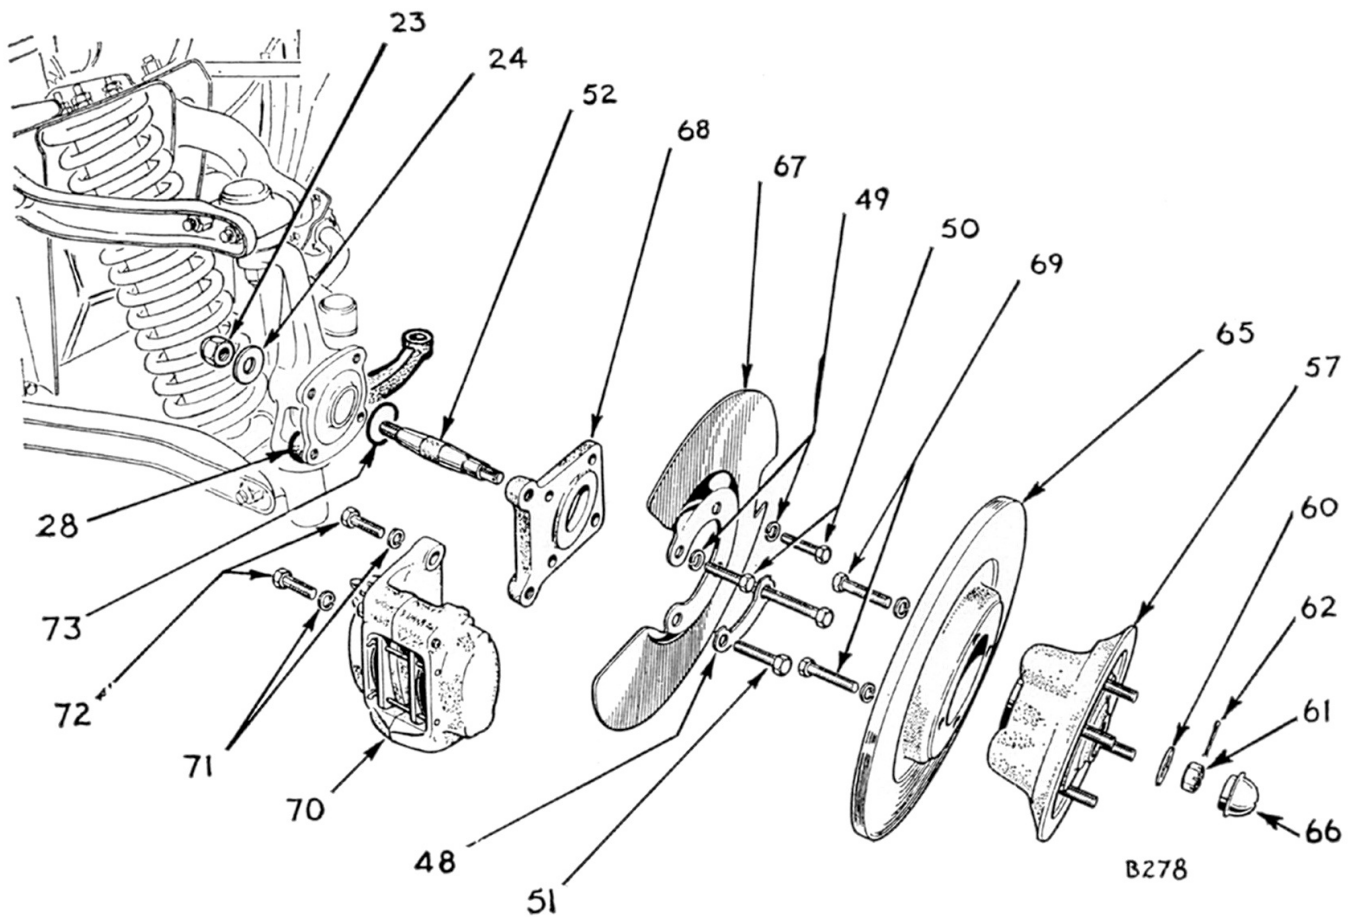

Fig. 20. Vue éclatée des éléments de frein à disque
REMARQUE : Les véhicules portant un numéro à partir de G.A.99486 (Herald 1200), F.C.2393 (Spitfire), H.B. 7082 (Vitesse) et G.D.215 (Herald 12/50) ont un joint de caoutchouc (73), Fig. 20, monté entre le renforcement du support d'étrier et le pivot de fusée.